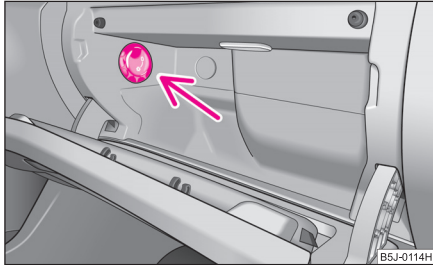

Abb. 94 Ablagefach: Bedienung der Kühlung
- Mit dem Drehschalter ⇒ Abb. 94 schalten Sie die Kühlung ein bzw. aus.